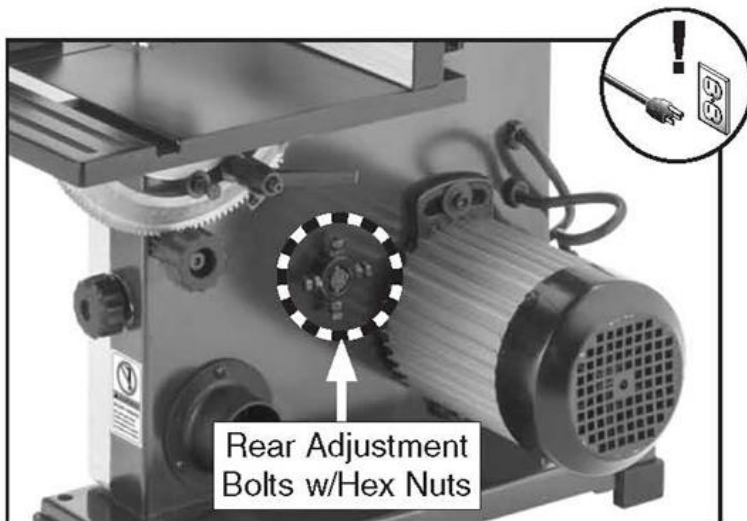

Рисунок 57. Расположение задних боковых регулировочных элементов.
5. Ослабьте шестигранные гайки на задних левом и правом регулировочных болтах (см. рисунок 57).